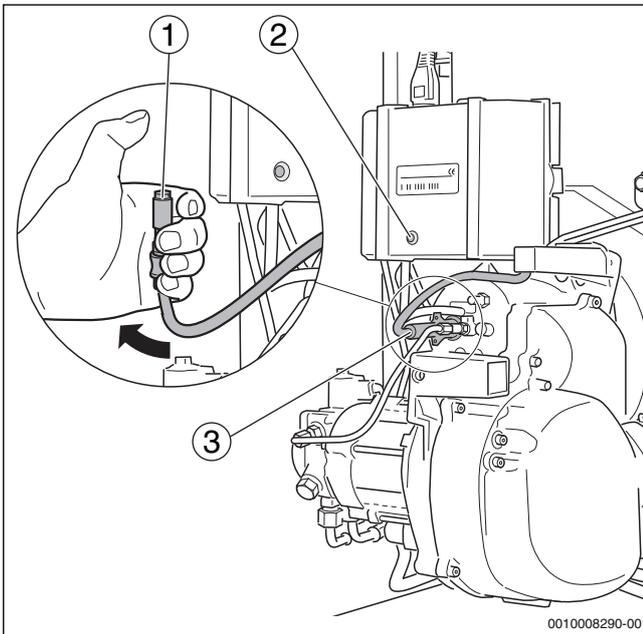

Bild 28 Flammenfühler auf Funktion prüfen
- ▶ Flammenfühler bei laufendem Brenner am vorgesehenen Griff aus der Halterung ziehen (→Bild 28, [3])
- ▶ Flammenfühler mit dem Daumen abdecken(→Bild 28, [1]). Es muss nach Wiederanlauf eine Störabschaltung erfolgen.
- ▶ Nach einer Wartezeit von ca. 30 Sekunden den Feuerungsautomat durch Drücken der Reset-Taste (→Bild 28, [2]) entriegeln.